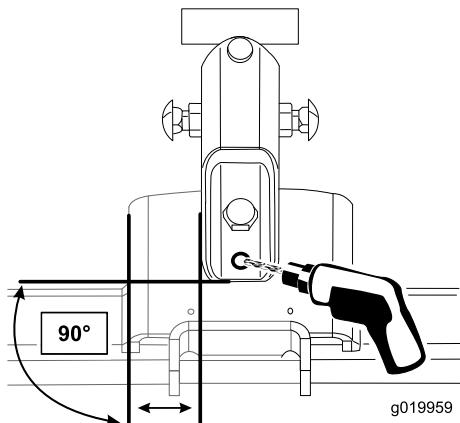

**Figura 5**
1. Montate il gruppo staffa orientabile sul telaio con una vite (1/2 poll.) e fissate con un dado flangiato (1/2 poll.) (Figura 5).